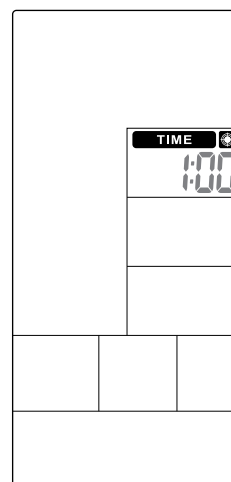

FIGURA 39
- Pressione PARA CIMA / PARA BAIXO (botões 10 ou 11) para ajustar o valor (Figura 39) em seguida pressione ENTER (botão 12) para confirmar.